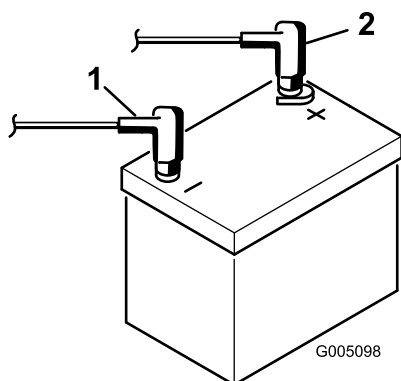

Figura 8
2. Ligue o cabo positivo da bateria (vermelho) a partir do solenóide de arranque ao pólo positivo (+) da bateria (Figura 8). Fixe-a com uma chave de porcas e cubra o terminal com vaselina. Certifique-se de que o cabo não toca no banco, na posição mais atrás, porque pode desgastar ou danificar o cabo.